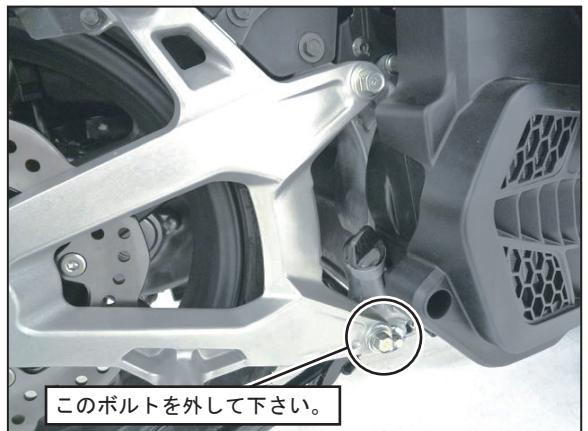

FIG. 2
3. スイングアーム下側を留めるボルト、ワッシャを外して下さい。外したワッシャは本製品取り付けに使用します。（FIG. 2 参照）